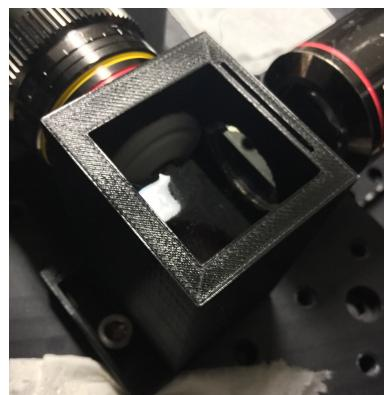

Figure 14 – Chambre : niveau de liquide
- Remplir la *chambre d'eau*. En mettre assez pour submerger l'objectif; ne pas trop en mettre au point où la chambre déborderait une fois la cuvette ajoutée (voir figure 14).